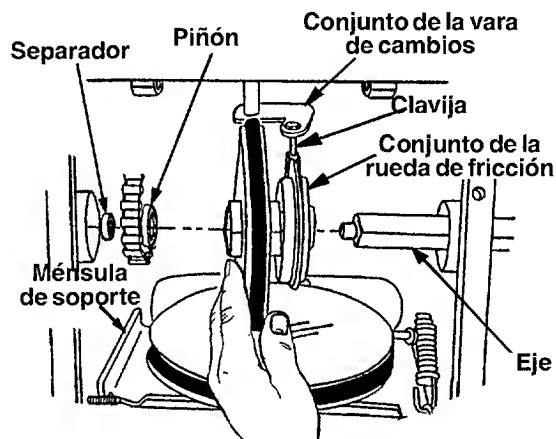

FIGURA 25
- Deslizándolo el eje hacia la derecha, extraiga el separador, piñón y el conjunto de la rueda de fricción del eje. Vea la figura 25.
- Coloque en posición el conjunto de la rueda de fricción sobre la clavija del conjunto de la vara de cambios y deslice el eje a través de la rueda de fricción. Vea la figura 25.
- Deslice el eje dentro del D.I. hexagonal del piñón, el separador, y el rodamiento a bolillas izquierdo, y asegure con la arandela acopada y el perno hexagonal. Vea la figura 25.